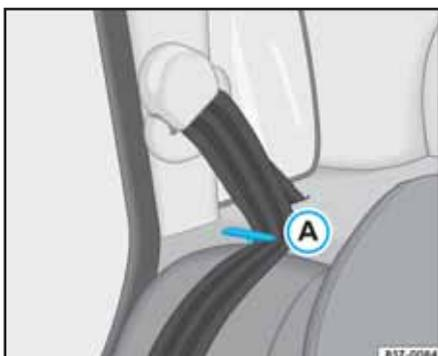
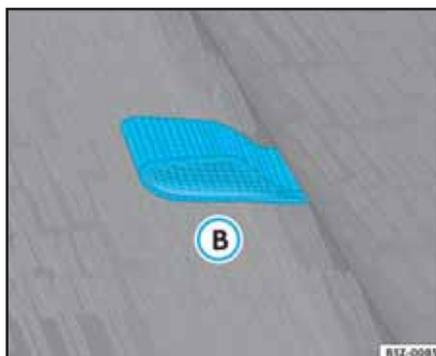

Fig. 101 Posicionador del cinturón para inclinación del asiento
Fig. 102 Una de las alzas para desbloqueo del respaldo
- Posicione las tiras de los cinturones de seguridad en sus respectivos posicionadores ⇒ fig. 101 (A).
- Hale la alza roja (B), localizada del lado izquierdo del vehículo, entre el asiento y el respaldo trasero, para adelante y rebata parcialmente o totalmente el respaldo del asiento izquierdo sobre el asiento, para acceder al maletero, por este lado. Si la alza no está visible, busque posicionarla conforme ⇒ fig. 102 (B).
- Hale la alza roja (B), localizada del lado derecho del vehículo, entre el asiento y el respaldo trasero, para adelante y rebata parcialmente o totalmente el respaldo del asiento derecho sobre el asiento, para acceder al maletero, por este lado. Si la alza no está visible, busque posicionarla conforme ⇒ fig. 102 (B).
- Recolecte el respaldo en la posición original ⇒ (A).
- Retire las tiras de los cinturones de seguridad de los posicionadores ⇒ fig. 101